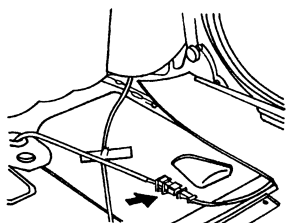

图 1-28 拔下后轮传感器连接插头
- 1)先翻起汽车后座垫,拔下后轮转速传感器的连接插头,如图 1-28 所示;